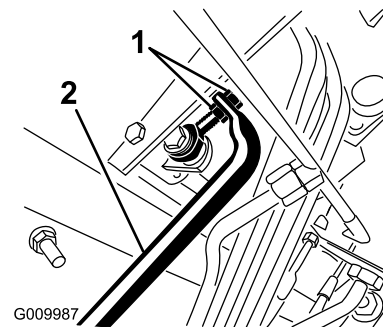

Bild 109
- Stellen Sie die Klemmmuttern am Pumpenstangenende ein, um das Pumpensteuerungsrohr nach vorne zu verschieben, um ein Kriechen nach vorne zu vermeiden, oder um das Pumpensteuerungsrohr nach hinten zu verschieben, um ein Kriechen nach hinten zu vermeiden (**Bild 109**).